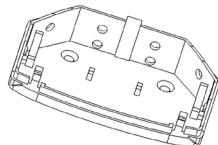

Рисунок 6
8.3 В зависимости от выбранного места установки извещателя определите с помощью каких граней основания будет осуществляться крепление и просверлите или выдавите отверткой отверстия для крепления (рисунок 6).